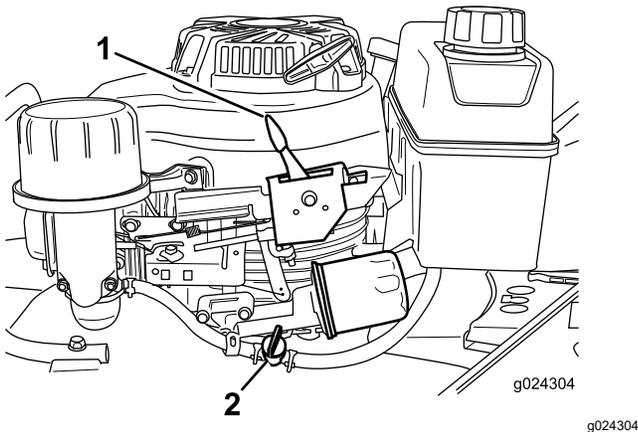

Figure 14
2. Ouvrez le robinet d'arrivée de carburant (Figure 14).
3. Réglez la commande d'accélérateur (Figure 14) en position Starter.
Relâchez la barre de commande de la lame et placez la commande d'accélérateur (Figure 14) en position Arrêt.
**Remarque:** Fermez le robinet d'arrivée de carburant (Figure 14) si vous ne prévoyez pas de démarrer le moteur tout de suite après.